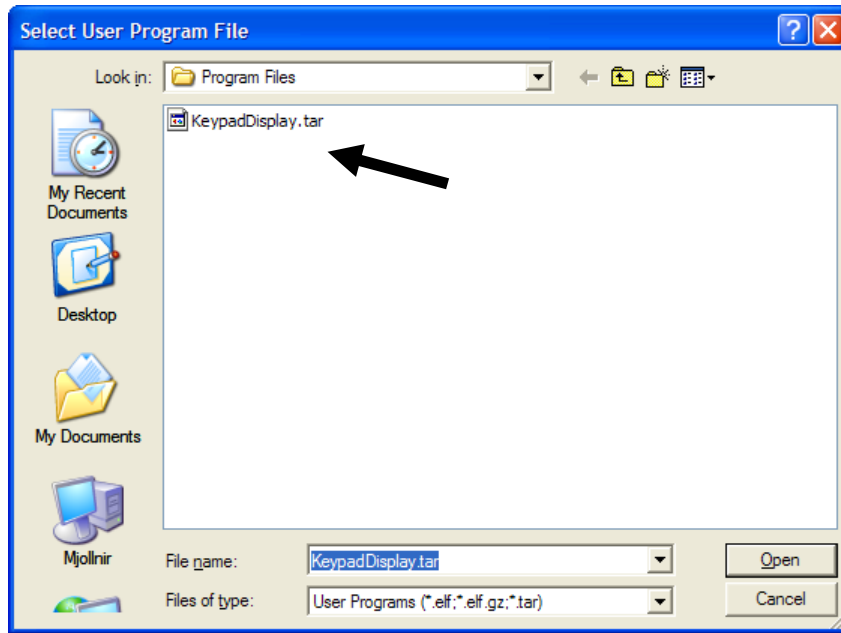

Figura 10. Pantalla Select User Program File
5. En el campo Download User Program File (Descargar archivo de programa de usuario), haga clic en **Browse** (Examinar). Se abrirá la pantalla Select User Program File (Seleccionar archivo de programa de usuario) (consulte la *Figura 10*).
6. Seleccione la ruta y el archivo de programa de usuario a descargar del CD-ROM (los archivos de programa habitualmente se encuentran en la carpeta Program Files [Archivos de programa] del CD-ROM). Tal como se muestra en la *Figura 10*, la pantalla incluye una lista de todos los archivos de programas de usuario con extensión .TAR válidos: